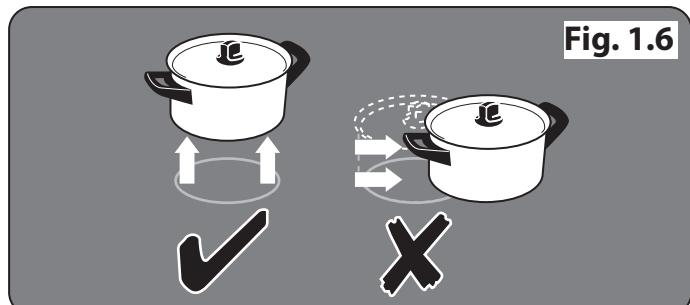

Fig. 1.6
- **SOULEVEZ** toujours les récipients pour les retirer de la table de cuisson. Ne les faites pas glisser sur la surface, car vous risquez de la marquer et de la rayer (**Fig. 1.6**).